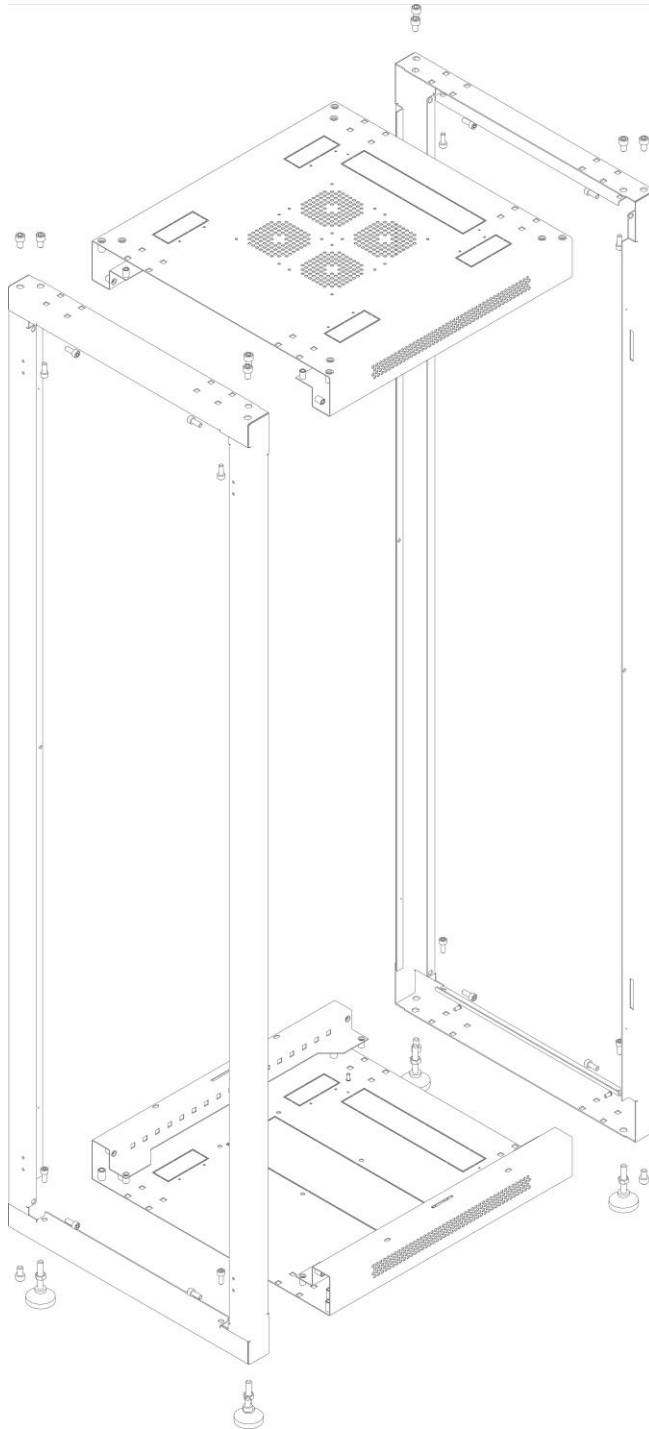

Рисунок 1 – установка основания и крыши.
7.1.1 Извлечь из упаковки составные части и комплект монтажных частей (3). Установить крышу (1.3) и основание (1.4) на рамы (1.1) используя крепеж и ножки из комплекта монтажных частей (3). (рисунок 1). Номера позиций см. в таблице 1.